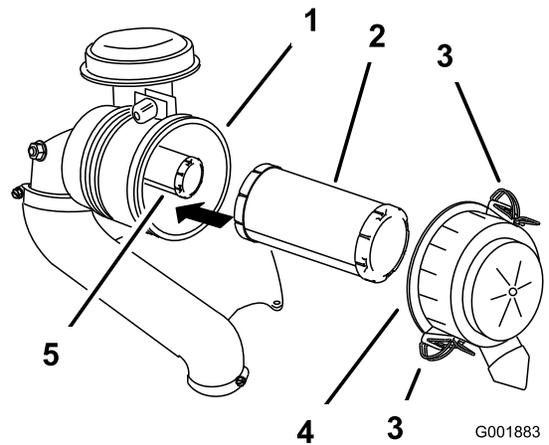

Figure 45
3. Ouvrez les verrous du filtre à air et détachez le couvercle du boîtier du filtre (Figure 45).
5. Sortez le préfiltre du boîtier du filtre avec précaution (Figure 45).
2. Si vous remplacez l'élément intérieur, insérez-le avec précaution dans le boîtier du filtre (Figure 45).
3. Placez ensuite le préfiltre sur l'élément intérieur avec le même soin (Figure 45).